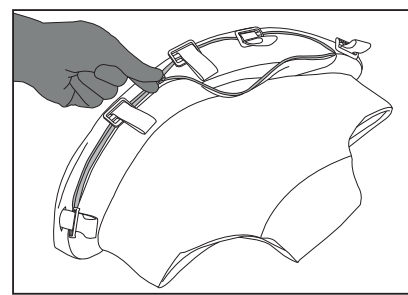

Figura 6.3
- Retire la almohadilla del soporte para la espalda del asiento localizando la cremallera ubicada junto a las correas (**Ver Figura 6.3**). Abra la cremallera y retire la almohadilla.